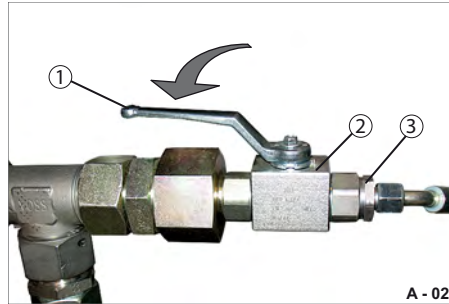

Abb. 25 Absperrventil geöffnet
Zum Ausstellen der Heckklappe muss das Absperrventil (Abb. 25/2) geöffnet werden.
- ▶ Drehen Sie den Bedienhebel (Abb. 25/1) längs zur Hydraulikleitung (Abb. 25/3).